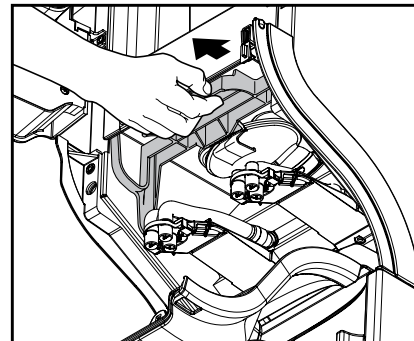

Abb. 27
- c. Ziehen Sie an der Verriegelung, um die gesamte Mix-Einheit zu lösen. (Abb. 27)